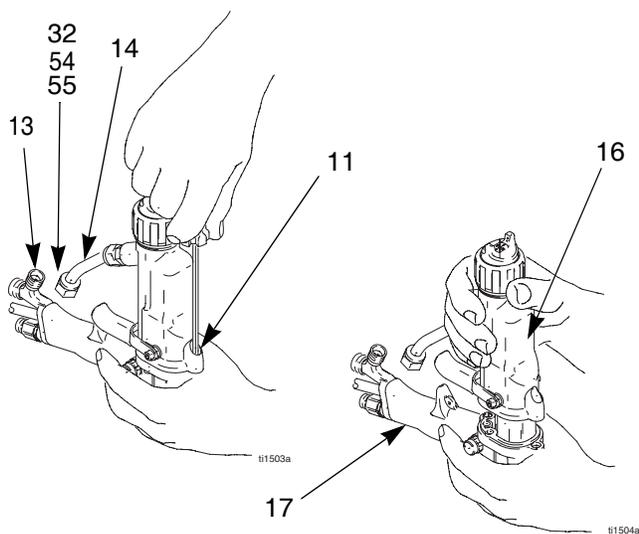

图 16. 拆卸枪筒
4. 一只手握牢喷枪手柄 (17)，将枪筒 (16) 直着拉出手柄。见图 16。